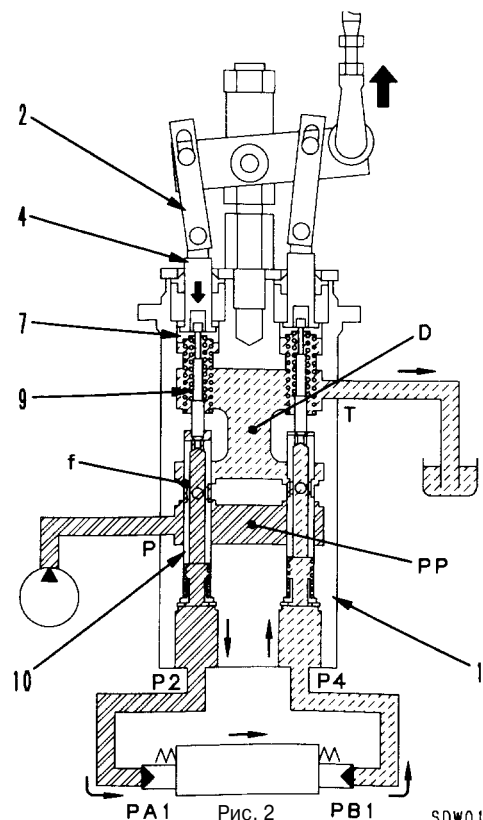

Рис. 2
2. Рычаг управления перемещается незначительно (точное управление) (рис. 2)